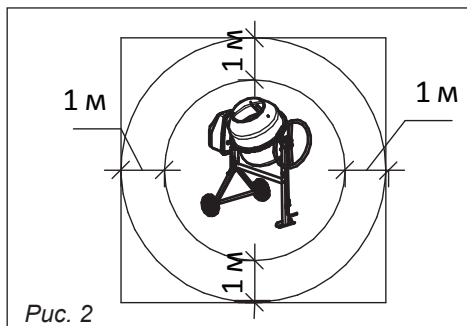

Рис. 2
5.3. При установке бетоносмесителя на строительной площадке необходимо выдерживать минимальные расстояния рабочей площадки, обеспечивающие безопасную и производительную работу (рис. 2). Категорически запрещается загромождать рабочую площадку.